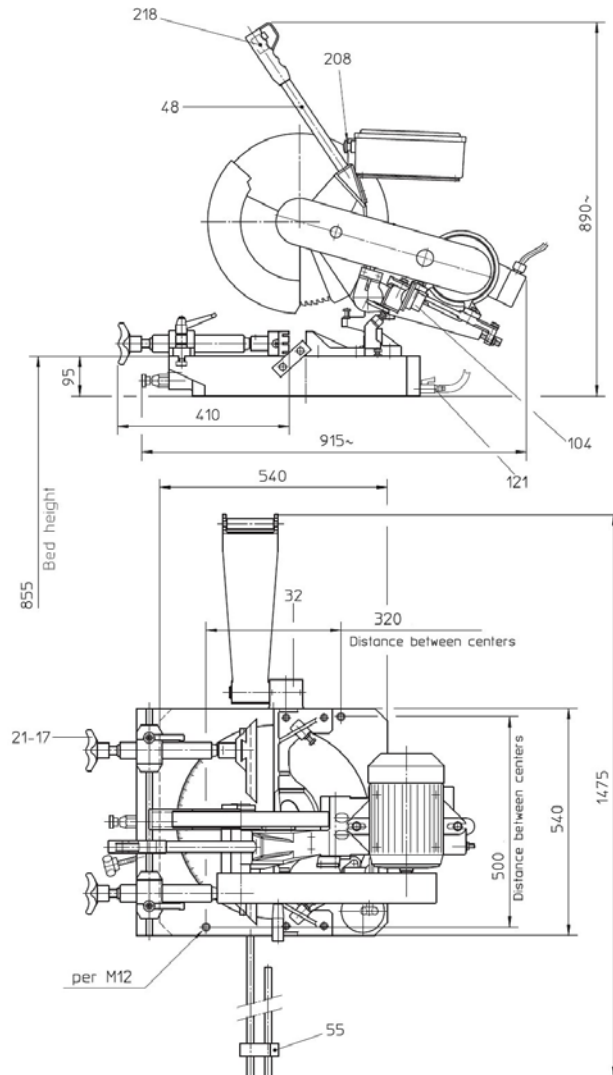

Abb. 6: Abmessungen der Maschine
Schritt 1: Den mitgelieferten Hebelarm 48 (Abb. 6) in die vorgesehene Aussparung am Gehäuse einsetzen und festschrauben.